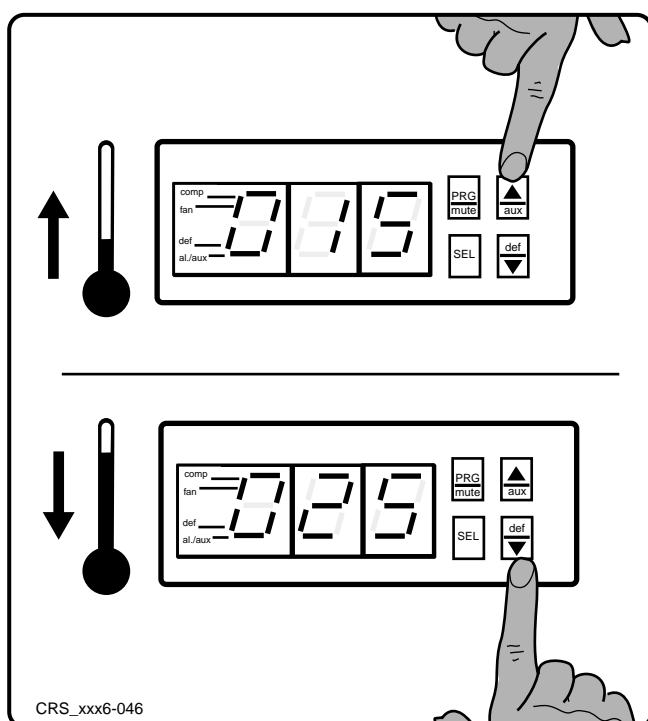

Fig. 4
- Pulsar la tecla ▼ tantas veces hasta que el valor nominal haya sido reducido al valor deseado (véase la fig. 4).
- Pulsar la tecla ▲ tantas veces hasta que el valor nominal haya sido incrementado al valor deseado (véase la fig. 4).
- Accionar a tecla ▼ as vezes necessárias até o valor teórico descer para o valor pretendido (ver fig. 4).
- Accionar a tecla ▲ as vezes necessárias até o valor teórico subir para o valor pretendido (ver fig. 4).